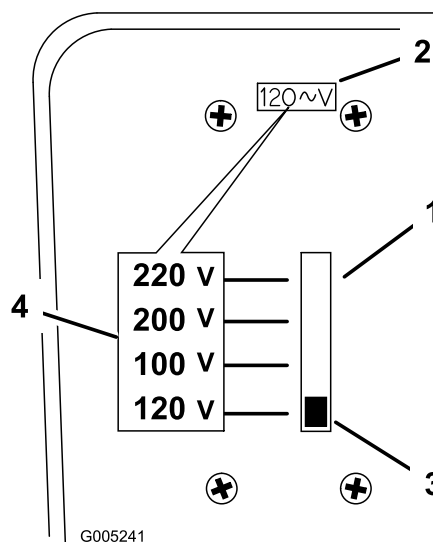

Figura 14
1. Coloque o selector de tensão na retaguarda do carregador (Figura 14).
2. Ajuste a tensão orientando o manípulo do selector de tensão para cima ou para baixo até aos valores pretendidos (Figura 14).